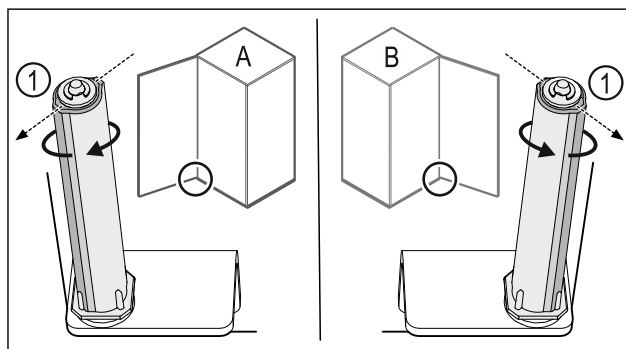

Fig. 44 Отваряне наляво (A) / отваряне надясно (B)
- ▶ Въртете затварящата система срещу съпротивлението, докато ребро на затварящата система Fig. 44 (1) сочи навън.